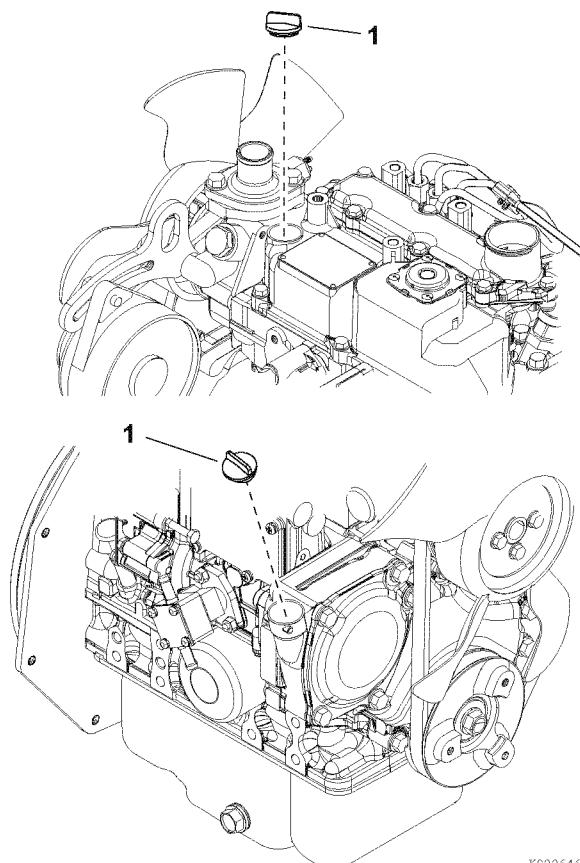

Рисунок 1
4. Снимите одну из крышек маслозаливной горловины (1, Рисунок 1), чтобы впустить воздух в картер двигателя и облегчить вытекание моторного масла.